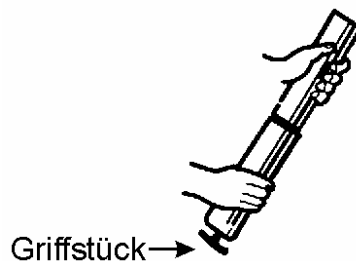

Abb. 1
4. Kartusche mit einer leichten Drehbewegung über den Fettkolben schieben (siehe Abb. 1).